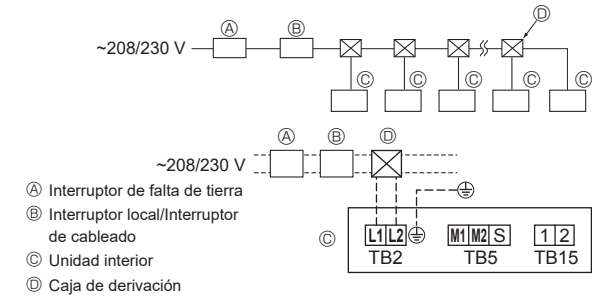

Fig. 6-2
6.3. Cableado de alimentación (Fig. 6-2)
- Adjunte la etiqueta del disyuntor ⑥ y explíquelo a los clientes.